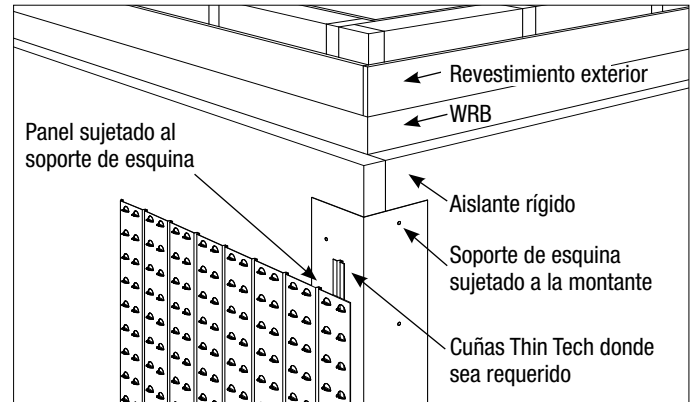

FIGURA 2 (TAMBIÉN VEA LA FIGURA 3 – PÁGINA 11)
- Alinee el borde de la cuña Thin Tech detrás del borde cortado del panel (con el canal abierto hacia el exterior) y fíjelo a la pared (vea la Figura 2). Fije el borde de la pared cada 8 pulg. verticalmente a través del canal de la cuña.